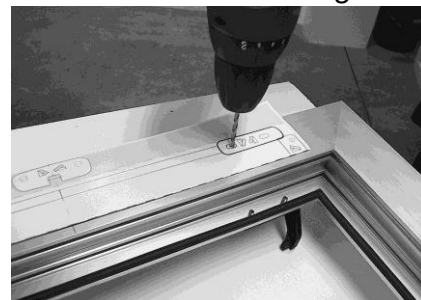

Figure 8
- Д. Просверлить отверстия по шаблону (Fig. 8).